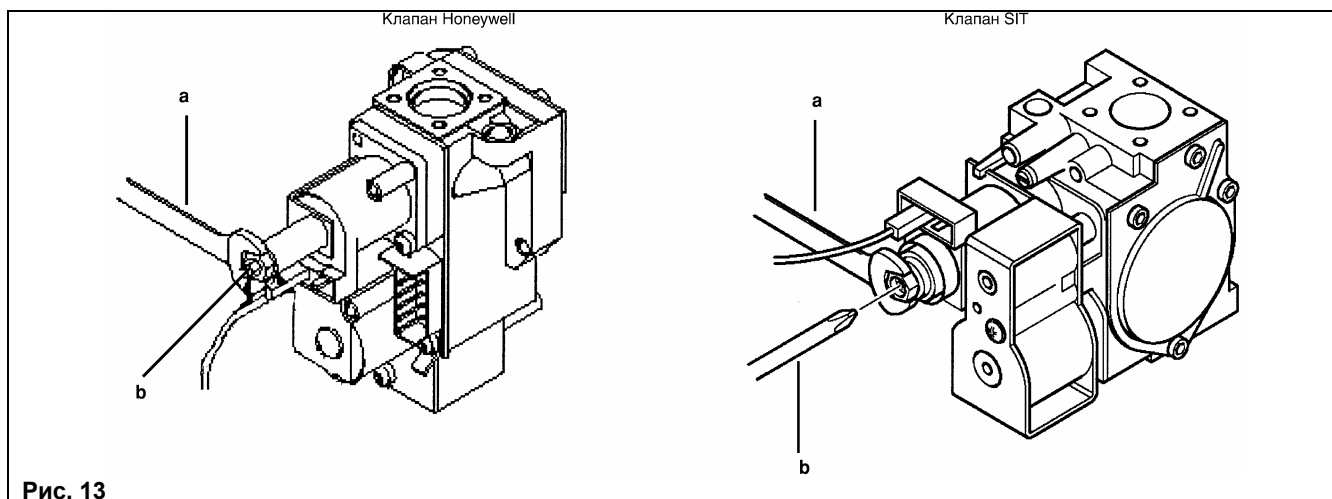

Рис. 13
- Проверить давление газа на горелке согласно таблице 2 для соответствующей модели котла и соответствующего типа газа. При необходимости снять крышку модулятора (позиция 4, рис.12) и поворачивать латунный винт ключом **a** (ключ **a**, рис.13) до достижения давления, указанного в таблице 1 для соответствующей модели котла и соответствующего типа газа.
- Отсоединить провод питания модулятора. Котел перейдет в режим минимальной мощности. Проверить давление газа на горелке согласно таблице 1 для соответствующей модели котла и соответствующего типа газа. При необходимости и поворачивать винт (поз. **b**, рис.13) до достижения давления, указанного в таблице 1 для соответствующей модели котла и соответствующего типа газа.
| <p>Положение «OFF» приведенных ниже переключателей обозначает: GPL режим работы котла на природном газе (метане) T-off минимальное время между двумя включениями котла по контуру отопления составляет 3 мин.</p> |  <p>Рис. 13а</p> |
| <p>Положение «ON» приведенных ниже переключателей обозначает: GPL режим работы котла на сжиженном газе T-off минимальное время между двумя включениями котла по контуру отопления составляет 10 секунд</p> |  <p>Рис. 13б</p> |